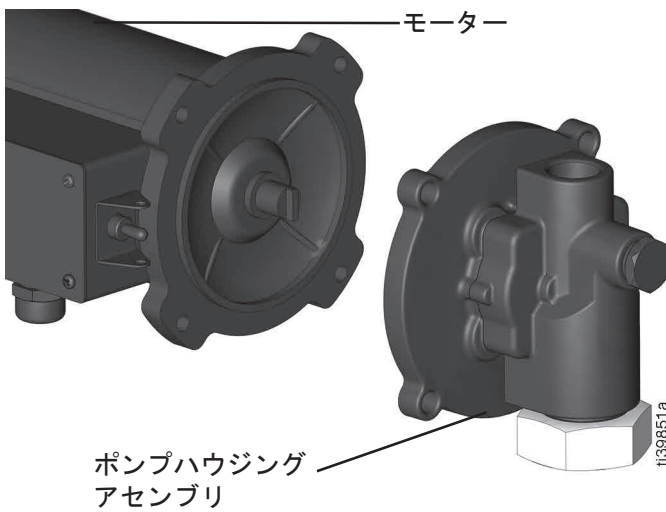

図 8
6. モーターからポンプハウジングアセンブリを外します (図 8 を参照)。